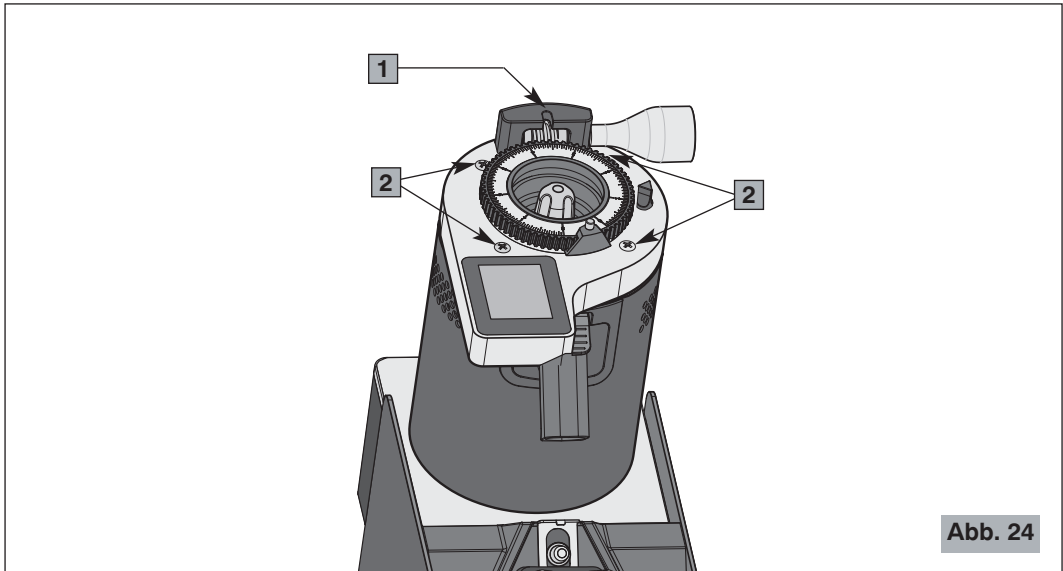

Abb. 24
Nach Entfernung des Kaffeebohnenbehälters kann dieser mit warmen Wasser und Neutralseife gewaschen werden. Danach sorgfältig trocknen. Um ihn wieder einzusetzen, muss der Zahn am hinteren Teil des Kaffeebohnenbehälters in seinem Sitz eingehakt werden (1, Abb. 24).
**Zur Reinigung der oberen Stütze der Mahlscheiben** die vier Schrauben (2, Abb. 24) zur Befestigung dieser am Körper entfernen.